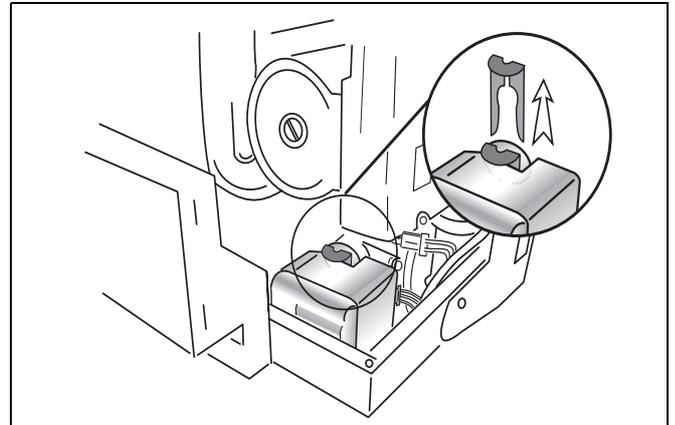

Abb. 12 Sicherungssplint entfernen
- Sicherungssplint vom internen Dreiwegeventil nach oben entfernen (Abb. 12).